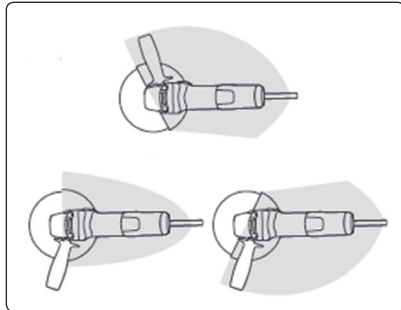

Abb. 3, Schneidzonen der Schleifscheibe und Positionierung der Schutzhaube in Bezug auf die Greifmöglichkeiten und Körperhaltung des Bedieners
1. Klappen Sie den Hebel des Schnellspannsystems der Schutzhaube auf und setzen Sie die Schutzhaube gemäß den möglichen Positionen auf Abb. 3 in Bezug auf den gewünschten freigelegten Schneidteil der Scheibe und Körperhaltung und Greifmöglichkeiten des Bedieners auf. Die Schutzhaube muss so positioniert sein, damit in Richtung des Bedieners der kleinstmögliche Teil der Schleifscheibe unbedeckt bleibt, was einen höchstmöglichen Schutz des Bedieners gewährleistet, und auch damit sich die Nase an der Schutzhaubenfassung in der Aussparung am Schleifmaschinenhals befindet, um die Schutzhaube vor ungewollten Bewegungen zu schützen. Es kann sein, dass man die